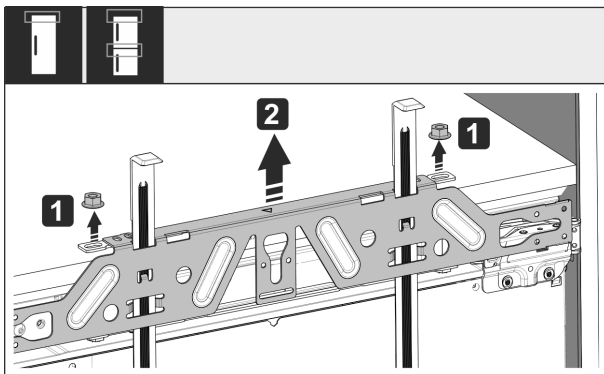

Fig. 56
- Desserrer les contre-écrous Fig. 56 (1).
- Retirer la traverse de fixation Fig. 56 (2).